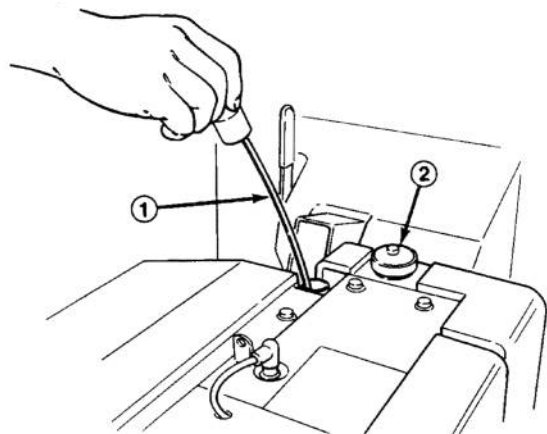

Figure 1
2. Retirer la jauge et l'essuyer avec un chiffon propre. Remettre la jauge dans son tube en veillant à l'insérer à fond. Retirer la jauge et contrôler le niveau d'huile (Fig. 1). Si le niveau est bas, ajouter assez d'huile pour atteindre la marque du plein (FULL) sur la jauge.